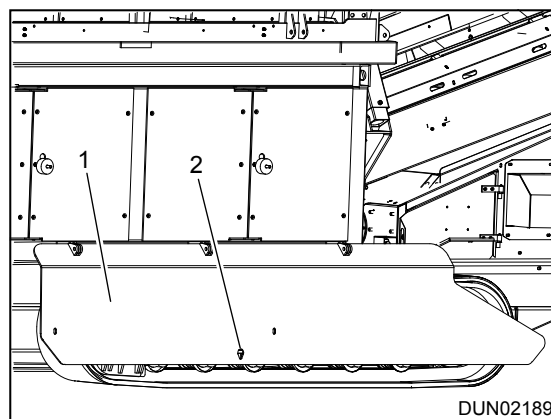

Figure 5.6 - Deflectordeur in de bedrijfspositie
Voordat de machine op de trailer wordt geladen, moeten de deflectordeuren (item 1, zie afb. 5.6) aan weerszijden in de transportpositie omhoog gezet worden.